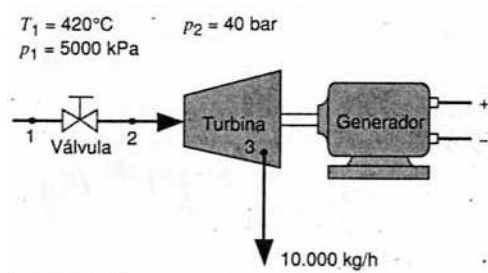

Figura 1
- 4.- La Figura 1 muestra un flujo de vapor de agua que pasa por una válvula y entra en una turbina que acciona un generador eléctrico. La masa sale de la turbina con un flujo másico de 10000kg/hr. Utilizando los datos de la figura, (a) convierta el flujo másico a kg/s, (b) exprese  $P_2$  en MPa, (c) exprese  $T_1$  en K, (d) exprese  $P_1$  en bar.